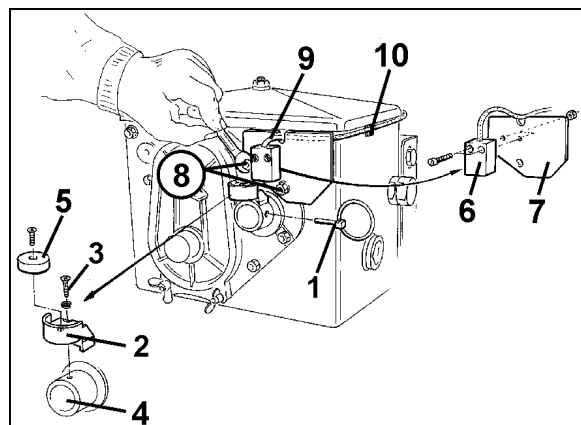

Fig. 9
1. Fjern låseenheden (Fig. 9/1, forbinder røreakslen med drevet).
2. Skru magnetholderen (Fig. 9/2) med den selvskærende skrue M4 x 10 (Fig. 9/3) og fjederringen fast på den hule gearaksel (Fig. 9/4).
4. Skru magneten (Fig. 9/5) fast på magnetholderen med en selvskærende skrue M4 x 10.
5. Skru sensoren (Fig. 9/6) fast på holderen (Fig. 9/7).
6. Skru sensorholderen (Fig. 9/7) fast til gearet med de to møtrikker (Fig. 9/8).
7. Før sensorkablet (Fig. 9/9) frem til førerhuset.
- 8 Fastgør kablet til såmaskinen med klæbeplader (Fig. 9/10) og kabelbindere. Klæbefladerne skal være rene og fri for fedt.
9. Stik låseenheden (Fig. 9/1) ind i den hule gearaksel.